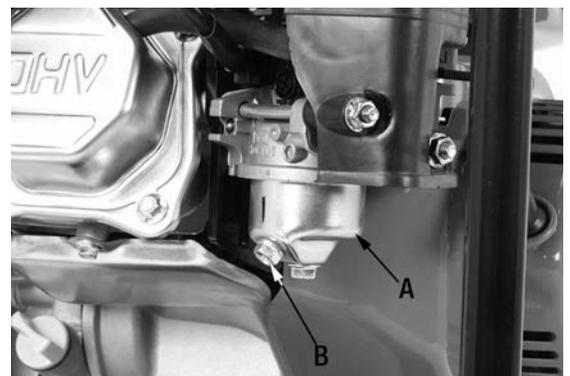

Figure 15
- 5) Retirez le boulon hexagonal d'écoulement (B) Fig.15 du carburateur (A) et vidangez l'essence à l'intérieur du réservoir.